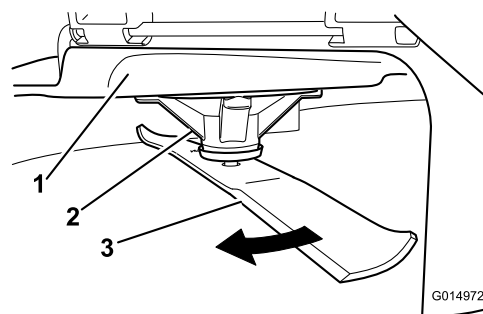

Figura 63
2. Indossando guanti dalla spessa imbottitura o altre protezioni idonee per le mani, ruotate lentamente la lama in una posizione che consenta di misurare la distanza tra il bordo di taglio e la superficie piana su cui si trova la macchina (Figura 63).